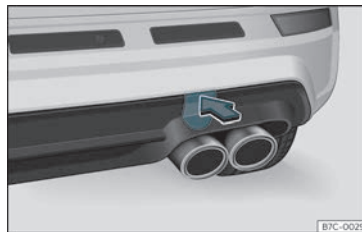

Fig. 42 A la part dreta del para-xocs del darrere: retirar la tapa.
L'allotjament de l'argolla de remolc enroscable es troba al costat dret del para-xocs posterior, al darrere d'una tapa » **fig. 42.**
- Pressioneu sobre la zona superior de la tapa »» fig. 42 per desencastar-la.